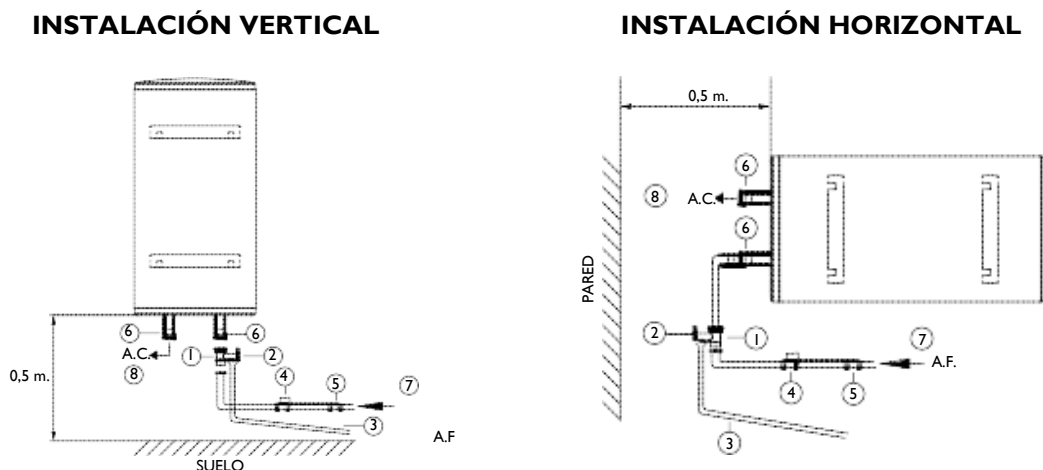

FIGURA 1
Cuando se instale en posición horizontal, debe hacerse siempre en una pared o plano vertical con los tubos de entrada y salida orientados, tal como se indica en la figura 1. **En caso de instalación horizontal la salida de agua caliente debe quedar en la parte superior del termo.**
**AVISO AL INSTALADOR:** Los casquillos aislantes, suministrados con el termo, deben ser colocados a los tubos de entrada y salida, (Figura 1) para eliminar riesgos de pares galvánicos, empleando teflón en la rosca de los tubos. Par de apriete de los casquillos: 3,5 mkg. Antes de proceder a la conexión hidráulica es indispensable limpiar las tuberías de alimentación con el objeto de no introducir partículas metálicas o extrañas dentro del termo.
Instalar el termo, según los esquemas de la figura 1.
- b- La salida de vaciado del grupo de seguridad debe ser conectada **OBLIGATORIAMENTE** a una tubería de desagüe, que tenga un diámetro por lo menos igual al de la tubería de conexión del termo, con una inclinación continuada y abierta a la atmósfera manteniendo una distancia mínima de 20 mm. como se indica en la figura 1. Se debe instalar esta tubería en un ambiente sin heladas posibles y con una pendiente hacia abajo. Durante el período de calentamiento el agua se dilata produciendo un goteo (aproximadamente el 3% de su capacidad por cada ciclo de calentamiento). No se preocupe, es un fenómeno normal.